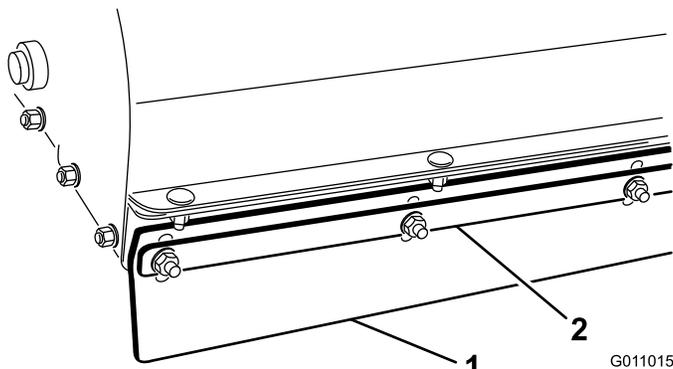

Figura 22
1. Solte as porcas que prendem a tira de metal e a aba dianteira à caixa da escova (Figura 22).